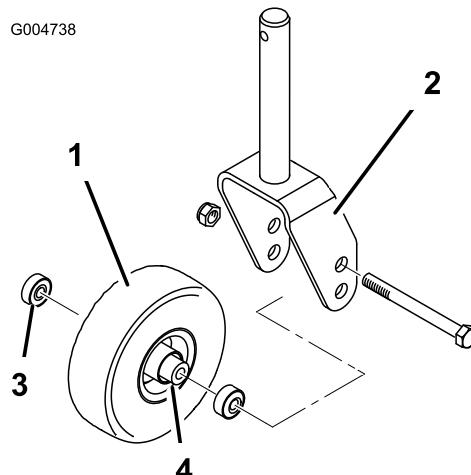
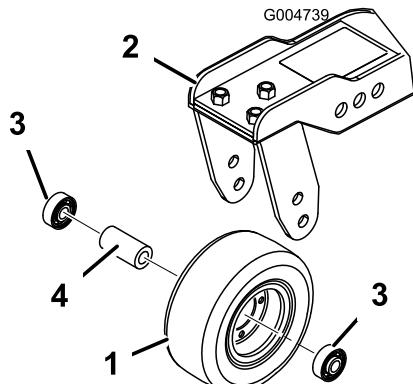

Figura 84
Figura 85
1. Togliete il dado di bloccaggio dal bullone che fissa il gruppo ruota orientabile alla forcella (Figura 84) o al braccio di rotazione (Figura 85). Afferrate la ruota orientabile ed estraete la vite a testa cilindrica dalla forcella o dal braccio di rotazione.